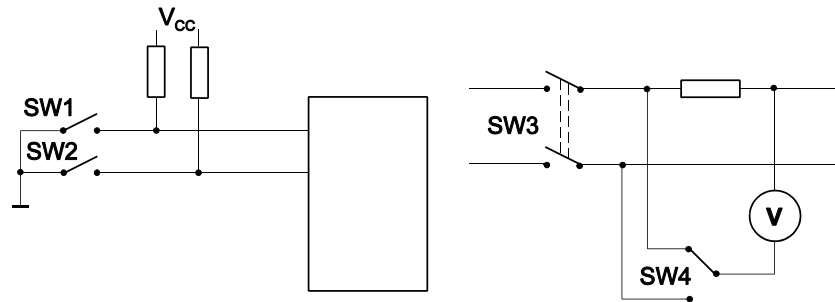

Abb. 1
2. Abb. 1 zeigt zwei Schaltplanausschnitte. Geben Sie die Bestellbezeichnungen für die Bauelemente SW1...4 an.